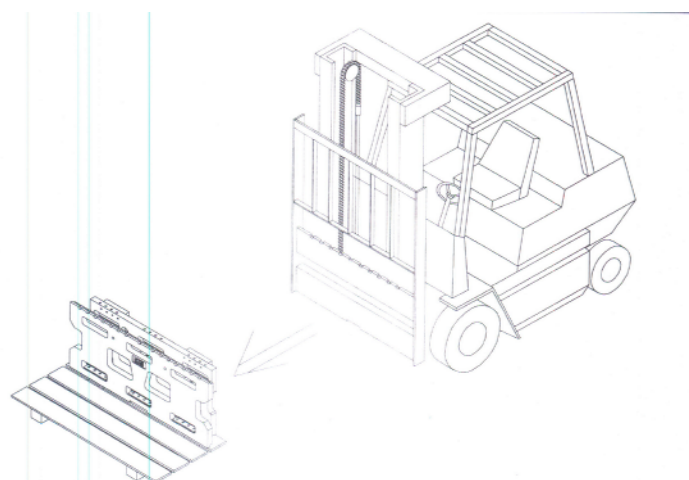

Рис.4
4. Установите весовую часть на любое прочное основание, как это показано на рис. Зафиксируйте от падения и перемещения. Убедитесь, что весовая часть находится в вертикальном положении и размещена горизонтально (рис. 4).